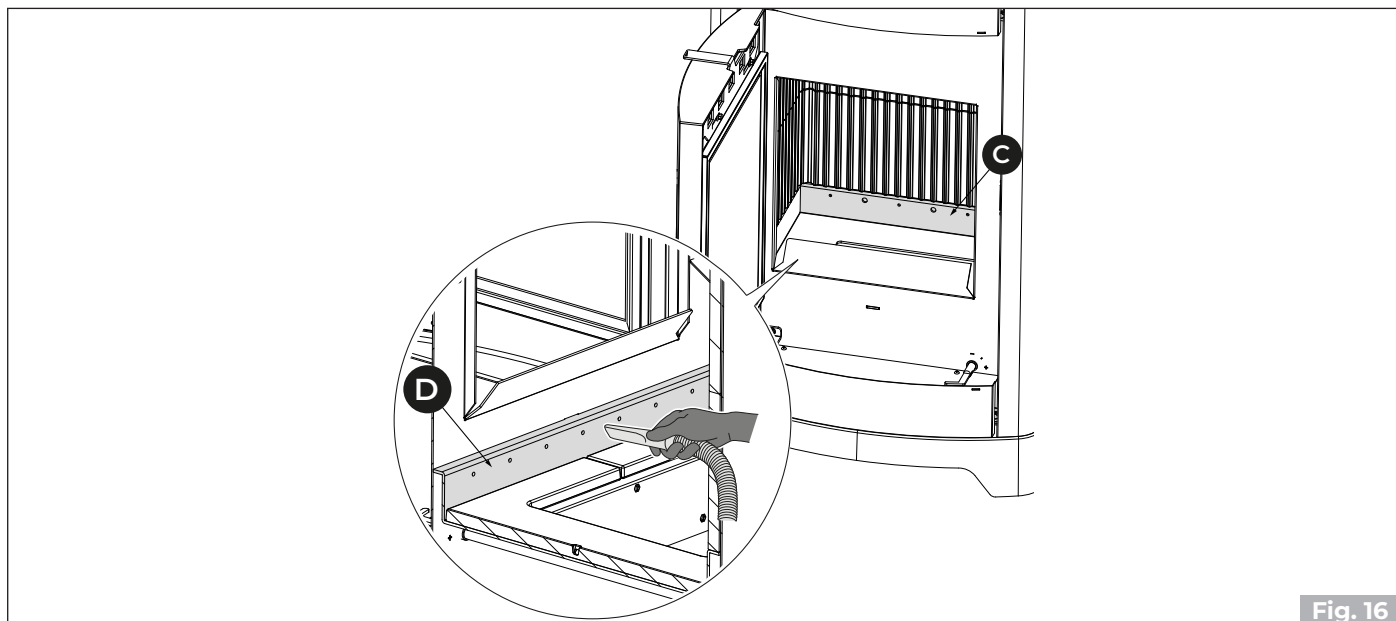

Fig. 16
- 3) Aspirer les trous arrière (C) et avant (D - s'ils sont prévus) du distributeur d'air comburant afin d'éviter toute accumulation de cendre (Fig. 16).